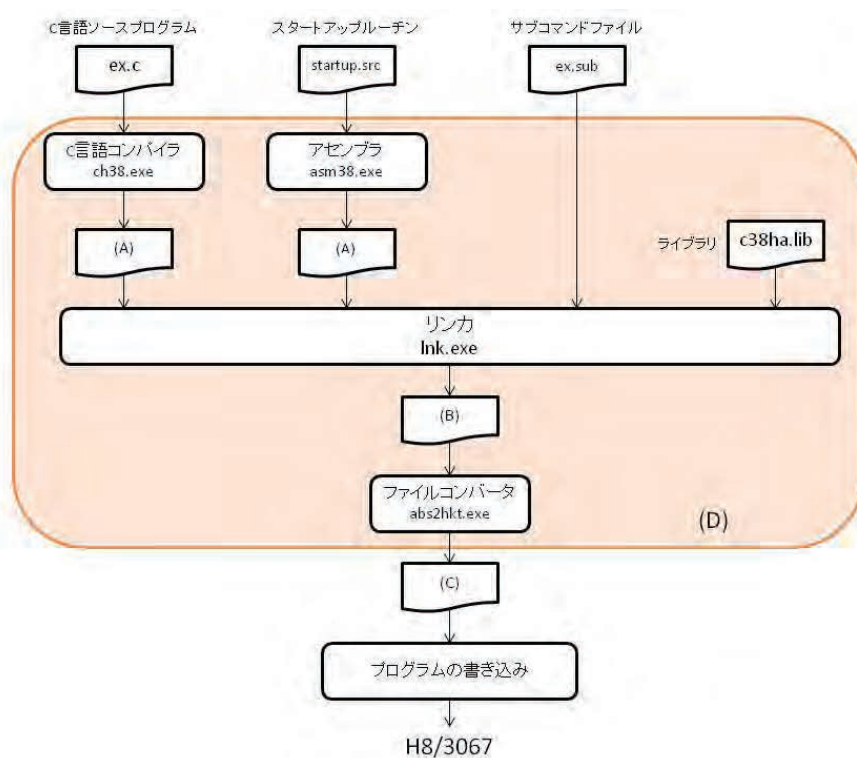

図 4 H8/3067 プログラム開発手順
問題 1 6 図 4 は H8 マイコンのプログラム開発手順である。(A)～(D) に当てはまるファイル名を答えよ。